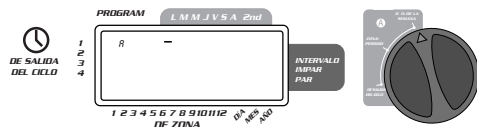

**FIGURA 6: Duración de la estación para el programa A**
- Haga girar el dial a la posición **DURACIÓN DE ESTACIÓN** ya sea en el program A o en el B. La pantalla mostrará el programa que usted haya seleccionado con una "A" o una "B" y los - - MINS y el cursor intermitente en la estación "1" [Vea la figura 6].